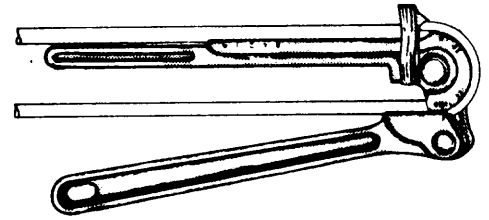

Fig. 1
- a) Doblatubos de palanca (fig. 1).